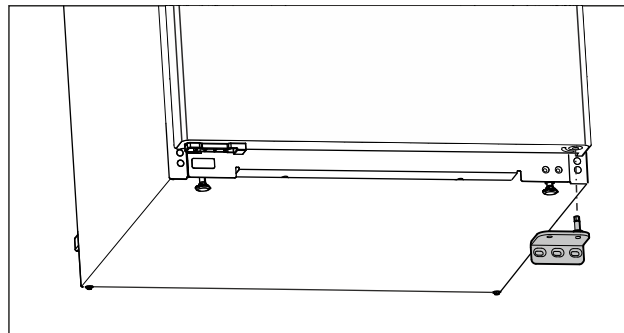

Fig. 15
- ▶ Skinite ležajno postolje prema dolje. (pogledajte Fig. 15)